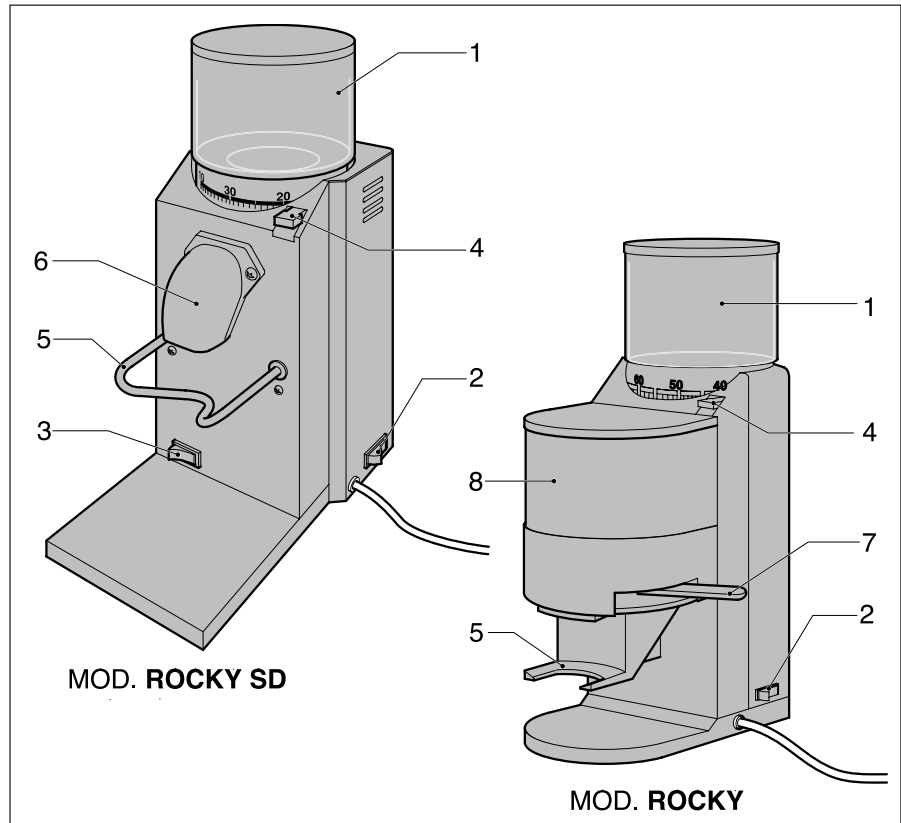

Fig. 3
En el recipiente del café en granos 1 (Fig.3) hay colocada una protección fijada con tornillos a fin de proteger las manos con respecto a las muelas colocadas debajo, durante el abastecimiento de café en granos y durante la limpieza del recipiente mismo.
- Apagar el interruptor 2 (Fig.3) y desconectar el enchufe de alimentación eléctrica